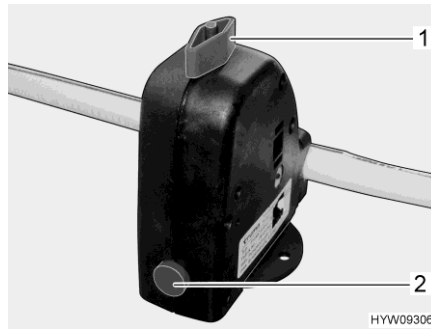

Fig. 80 Valvola di sicurezza/di scarico (boiler)
Il boiler è dotato di una valvola di sicurezza/di scarico (Fig. 80). La valvola di sicurezza/di scarico impedisce che l'acqua congeli nel boiler in presenza di basse temperature esterne, quando il riscaldamento non è acceso.
- Chiudere la valvola di sicurezza/di scarico. A tal fine ruotare la manopola (Fig. 80,1) verticalmente rispetto alla valvola di sicurezza/di scarico e premere verso l'interno il bottone automatico (Fig. 80,2).
- Aprire la valvola di sicurezza/di scarico. A tal fine ruotare la manopola (Fig. 80,1) nel senso della lunghezza della valvola di sicurezza/di scarico. Il bottone automatico (Fig. 80,2) scatta all'infuori. Il boiler viene svuotato verso l'esterno tramite la valvola di sicurezza/di scarico.